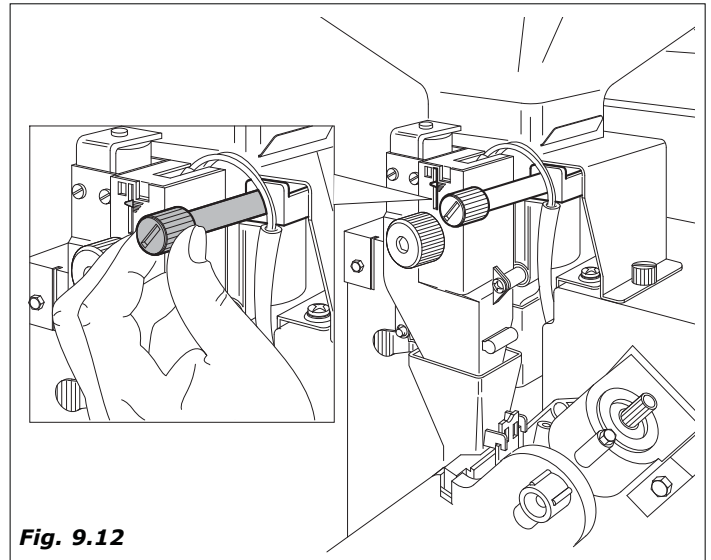

Fig. 9.12
- **Réglage du degré de mouture.** Tourner la vis (Fig.9.12) afin d'obtenir les résultats souhaités.